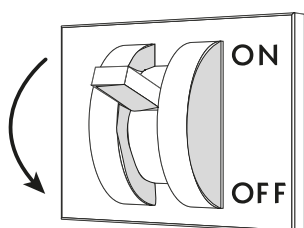

Fig. 28
- Retirar a tensão elétrica ao balcão através do interruptor seccionador geral colocado na parede ("Fig. 28").